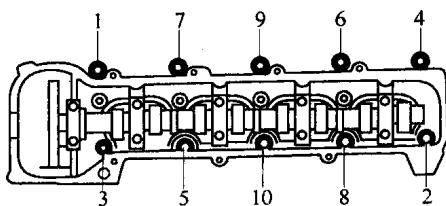

图 1-13 旋下 10 个缸盖螺栓
2) 使用 12 边套筒扳手，按图 1-13 所示的编号次序，分两步或三步逐渐地旋下 10 个缸盖螺栓。